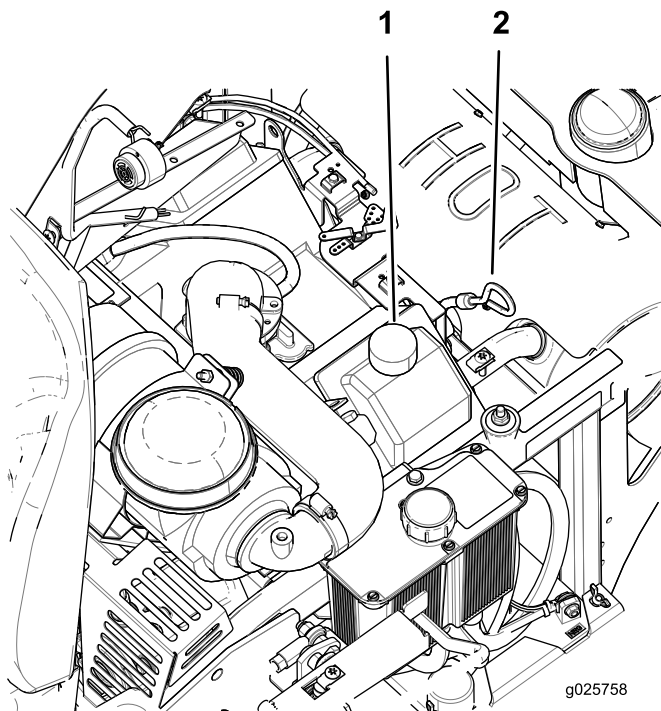

Figure 32
- Nettoyez la surface autour de la jauge d'huile (Figure 32).
9. Si le niveau d'huile est trop bas, essuyez la surface autour du bouchon de remplissage, retirez le bouchon et faites l'appoint d'huile jusqu'à ce que le niveau atteigne le repère maximal (**Full**) sur la jauge (Figure 32).
4. Versez lentement environ 80 % de l'huile spécifiée dans le tube de remplissage, puis faites l'appoint lentement jusqu'à ce que le niveau atteigne le repère maximum (**Full**) sur la jauge (Figure 32).
5. Démarrez le moteur et conduisez la machine jusqu'à une surface plane et horizontale. Vérifiez à nouveau le niveau d'huile (Figure 32).